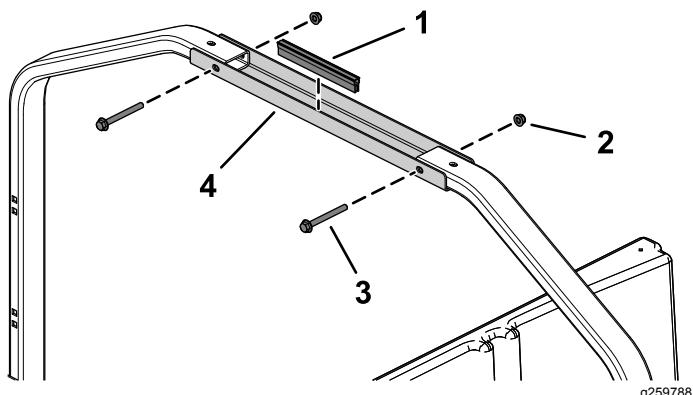

Рисунок 13
2. Прикрепите кронштейн монтажной трубы к задним монтажным трубам с помощью 2 болтов с фланцевыми головками (5/16 x 3 дюйма) и 2 фланцевых гаек (5/16 дюйма), как показано на Рисунок 13.
3. Установите ленточное уплотнение на кронштейн монтажной трубы (Рисунок 13).